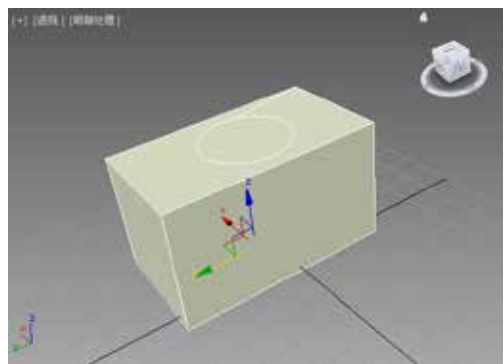

图 2-116 优化效果
STEP 10 选中“切割”单选按钮，然后选中“优化”单选按钮，效果如图 2-116 所示。